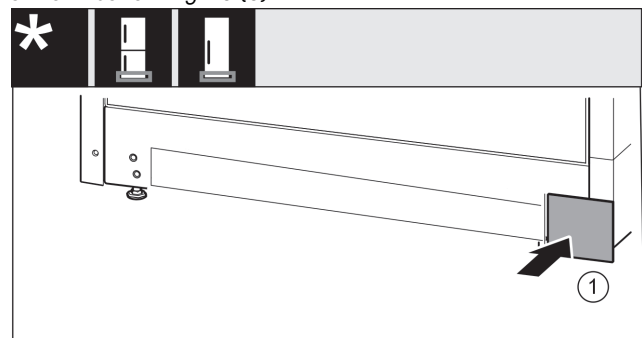

Fig. 16
- Sätt på täckplattan på den andra sidan igen. Fig. 16 (1)